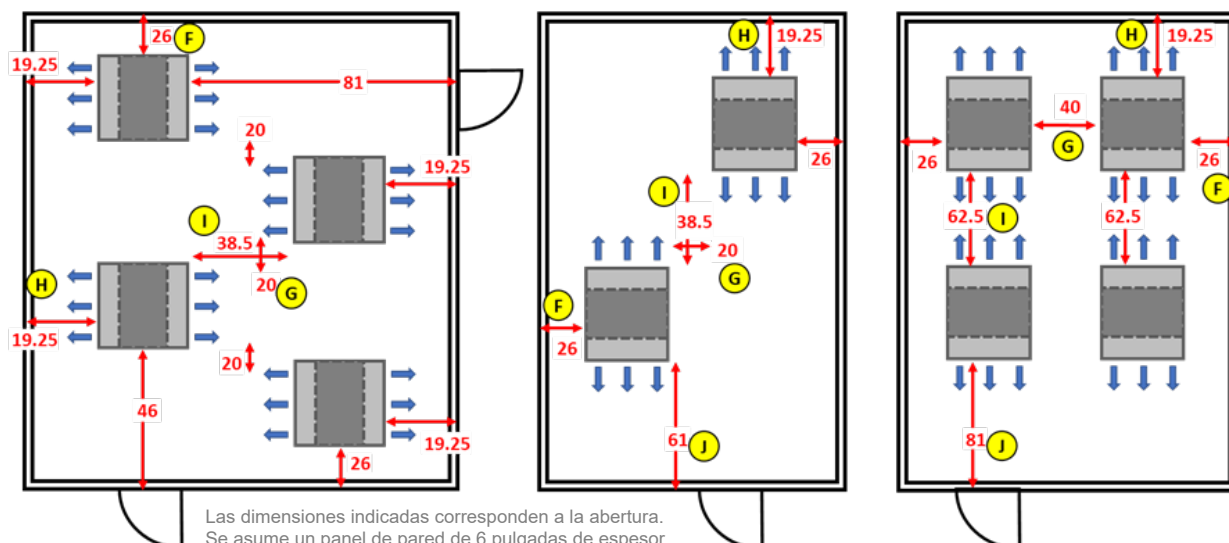

Figura 8 – Dimensiones de las separaciones entre aberturas
- La distancia estándar entre el lado de la abertura y el borde de la cámara es de 26 pulg. Vea “F” en la Figura 8.
- La distancia estándar entre los lados de las aberturas es de 20 pulg. si las unidades se disponen de forma alternada o de 40 pulg. si están alineadas. Vea “G” en la Figura 8.
- La distancia mínima entre lado de la abertura y el borde de la cámara es de 19.25 pulg. Vea “H” en la Figura 8.
- La distancia mínima entre dos aberturas, cuando las unidades están alineadas una con la otra, es de 62.5 pulg., y si están dispuestas de forma alternada la distancia mínima es de 38.5 pulg. Vea “I” en la Figura 8.
- La distancia mínima entre el lado de la abertura y el borde de la cámara si la unidad sopla directamente hacia la puerta es de 81 pulg. Si no sopla directamente, es de 61 pulg. Vea “J” en la Figura 8.
Antes de instalar la unidad, se debe montar el sello. Hussmann recomienda instalar el sello en el techo de la cámara. Sin embargo, en algunos casos, también se puede instalar en un marco adecuado para el producto. En la Figura 8 a continuación se muestran algunas sugerencias para montar el sello: